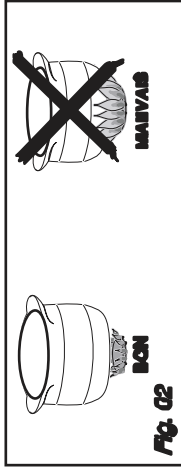

Fig. 02
- Réglez le couronne de flammes de façon que celle-ci ne débordent pas du pourtour du récipient (Fig. 02).